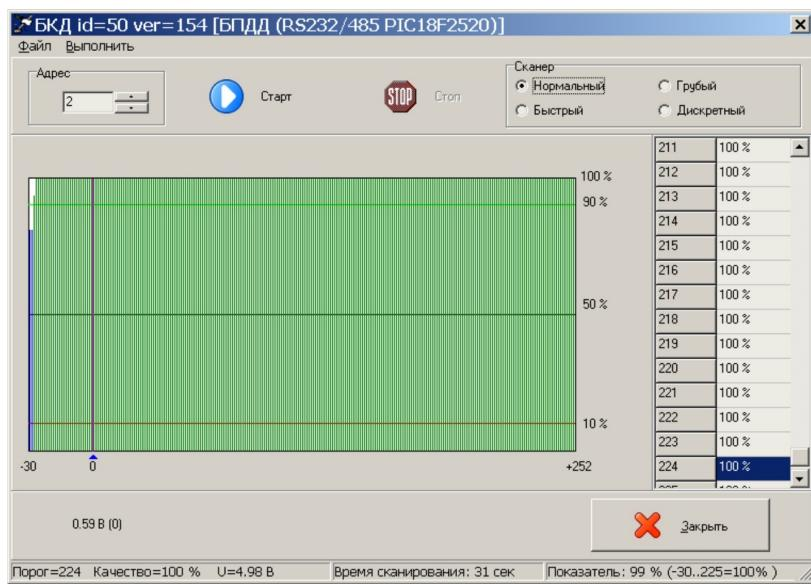

Рисунок 19
2) Выбрать в таблице устройств блок «БПДД». В окне «Поиск» выбрать команду «Сканер». В открывшемся окне установить признак «Нормальный» и ввести команду «Старт» (рисунок 19). Дождаться окончания сканирования. Проверить, что при пороге от «минус 27» до «плюс 255» качество связи 100%.